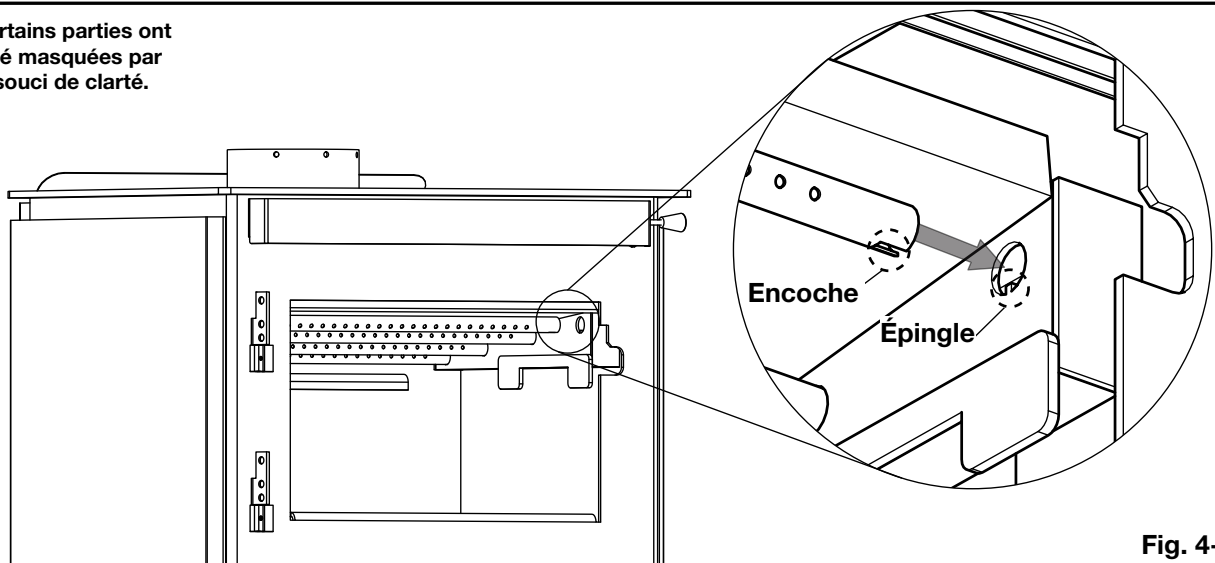

Fig. 4-5
2. Insérez le côté droit du tuyau d'air secondaire dans le trou dans **le côté droit** de l'appareil. Assurez-vous que l'encoche entre en contact avec l'épingle (**Fig. 4-5**).